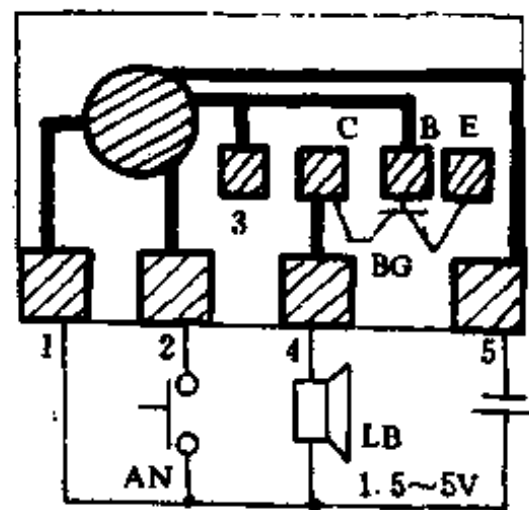

图 1-108
KD9300 的用途与 CW9300 基本相同(如图 1-108 所示)。不同的是,正常演奏乐曲时, KD9300 无须在⑦端、⑧端之间接电阻。倘若在⑦、⑧端之间焊接电阻,就会改变乐曲的